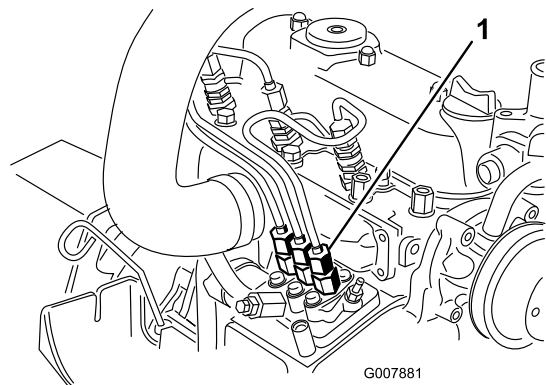

Figura 38
1. Coloque un trapo debajo del conector del tubo que viene desde la bomba de inyección a la boquilla del inyector N° 1, según muestra Figura 38.